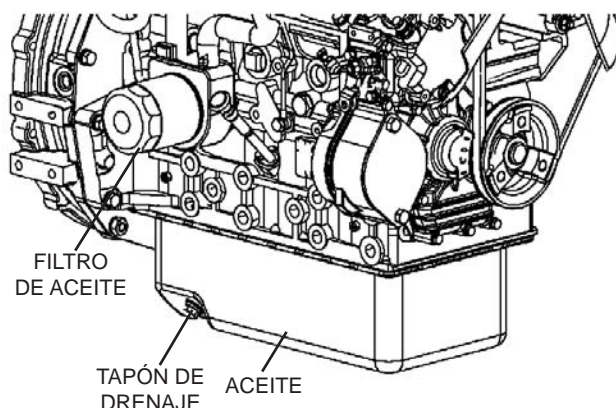

Figura 41. Componentes de servicio del aceite
3. Quite el tapón de drenaje (Figura 41) para drenar el aceite.